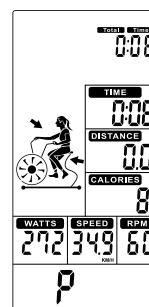
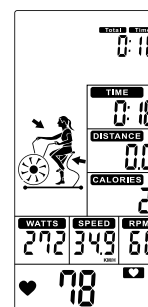

Figure 17
Figure 18
① Im Standby-Modus drücken Sie START, um das Training schnell zu starten. TOTAL TIME/ TIME/ DISTANCE/ CALORIES/ WATTS/ SPEED/ RPM beginnen hochzuzählen (Abbildung 17).
① In Standby mode, press START to start workout quickly, the buzzer sound 1 second. TOTAL TIME/ TIME/ DISTANCE/ CALORIES/ WATTS/ SPEED/ RPM start to count up (Figure 17).
Wenn ein Pulssignal anliegt, leuchtet das Symbol auf, blinkt und zeigt den Pulswert an (Abb. 18). Ohne Impulseingang wird „P“ angezeigt (Abbildung 17).
② Whenever there is Pulse signal input, will light up and symbol will flash and display pulsevalue (Figure 18). Without pulse input, it will display "P" (Figure 17).
③ Kein Signaleingang für 30s, Summer ertönt 1 kurzer Piepton und wechselt in den Wake-up-Modus. Drücken Sie eine beliebige Taste, um die Konsole aufzuwecken.
③ No signal input for 30s, buzzer sounds 1 short beep and enter to Wake-up mode. Press any to wake up the console.
④ Drücken Sie die START-Taste einmal, um das Training zu unterbrechen, der Summer ertönt alle 30 Sekunden für 0,5 Sekunden. Alle Werte werden auf der LCD-Anzeige angezeigt und blinken alle 4 Sekunden. Wenn Sie das Training für 5 Minuten unterbrechen, ertönt der Summer 2 Sekunden lang und Sie gelangen in den Aufwachmodus. Drücken Sie START, um das Training fortzusetzen.
④ Press START key once to pause training, Buzzer will sound for 0.5s in every 30s. All values are displaying on LCD and flashing in every 4s. If continue to stop training for 5 minutes, buzzer sounds 2s and enter to Wake-up mode. Press START to resume workout.